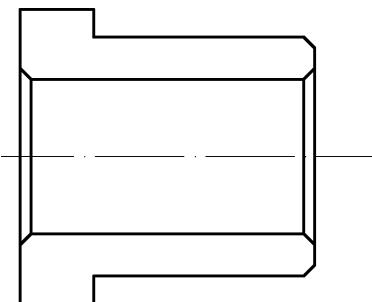

图11-36 绘制倒角示例
1) 绘制倒角。选择“修改”面板→“倒角”命令，输入倒角距离2，指定两条线段后，进行倒角，结果如图11-36所示。在对内孔倒角时，应注意是否选中“去除”选项。